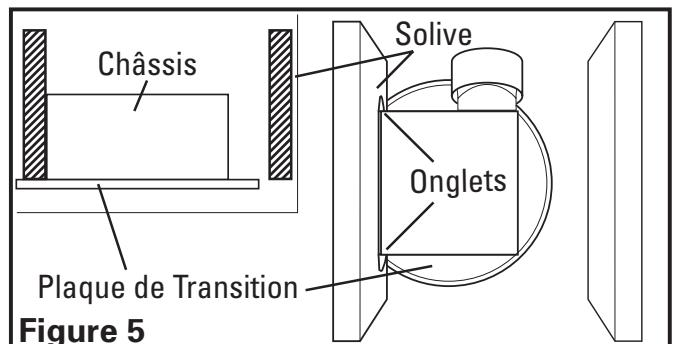
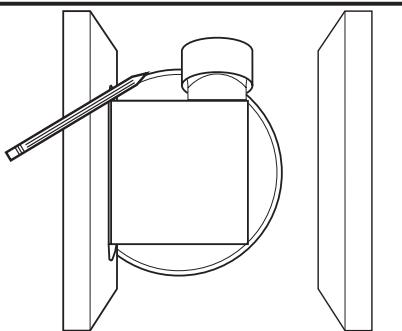

Figure 5
Figure 7
- Installation des onglets de montage:** positionner le ventilateur pour que les onglets reposent à plat contre la solive avec la plaque de transition à effleurement avec le côté inférieur de la solive. Fixer en place à l'aide de quatre vis ou clous (non-compris) pour assurer une bonne installation (**Figure 5**).
- 1b. **Installation des Onglets de montage:** positionner le châssis contre la solive et tracer un contour du châssis sur le matériau du plafond (**Figure 7**). Mettre le châssis de côté et découper l'ouverture, en prenant soin de ne pas couper de câble électrique dissimulé ou autre utilité. Placer le châssis près de la solive et vous assurer qu'il soit à effleurement avec le plafond fini. Fixer avec quatre (4) clous (non-compris) pour assurer une installation adéquate (**Figure 5**).